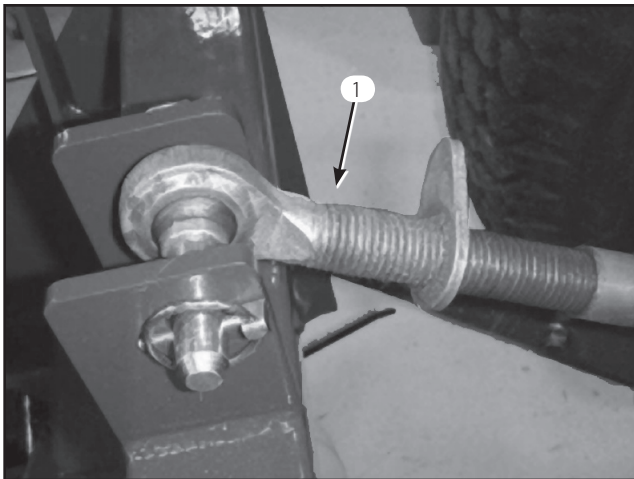

図3
1. 上リンクをブラケットの穴に接続し、クレビスピンとリンチピンで固定する(図3)。